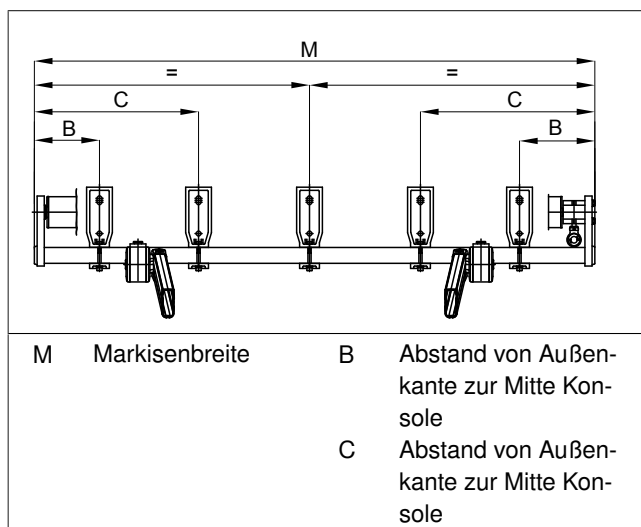

Abb. 2: Konsolenposition Gelenkarm-Markise 530
- Position der Konsolen auf den Montageuntergrund übertragen (siehe Abb. 2/Seite 5)! Auf Höhengleichheit und gleiche Ausrichtung achten.
- Position der Schwerter für Dachsparrenmontage auf den Montageuntergrund übertragen (siehe Abb. 2/Seite 5)! Auf Höhengleichheit achten.